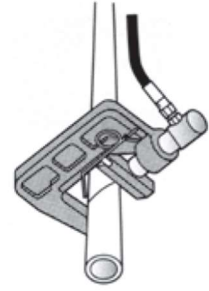

図. C-1
1. 仮止水を解除した管に、圧着した方向と直角の向きで断水機の圧着部（シリンダーヘッド）を差し込み、フレームとダイスの間に管が入るようにします。（図. C-1）